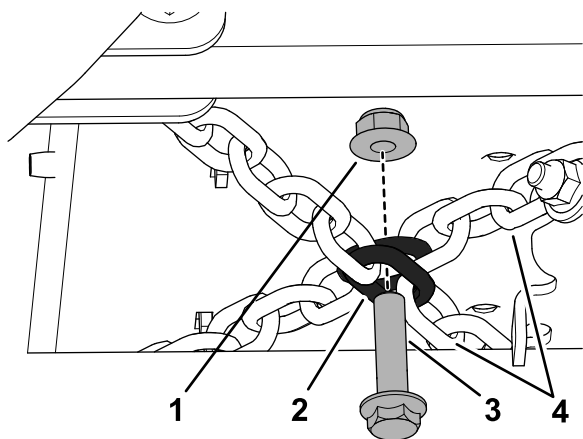

Figure 15
5. Assemblez les chaînes à leur point de croisement (Figure 15) avec un boulon à embase ( $\frac{3}{8}$  x  $1\frac{1}{2}$  po) et d'un contre-écrou à embase ( $\frac{3}{8}$  po).